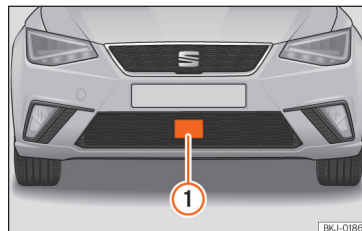

Abb. 232 Im vorderen Stoßfänger: Radarsensor.
Zur Erfassung der Verkehrssituation ist im vorderen Stoßfänger ein Radarsensor eingebaut » **Abb. 232 ①**.